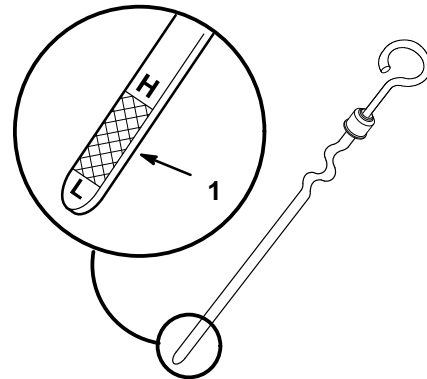

Abbildung 5
4. Den Ölpeilstab herausziehen und das Metallende sauber wischen (Abb. 5).